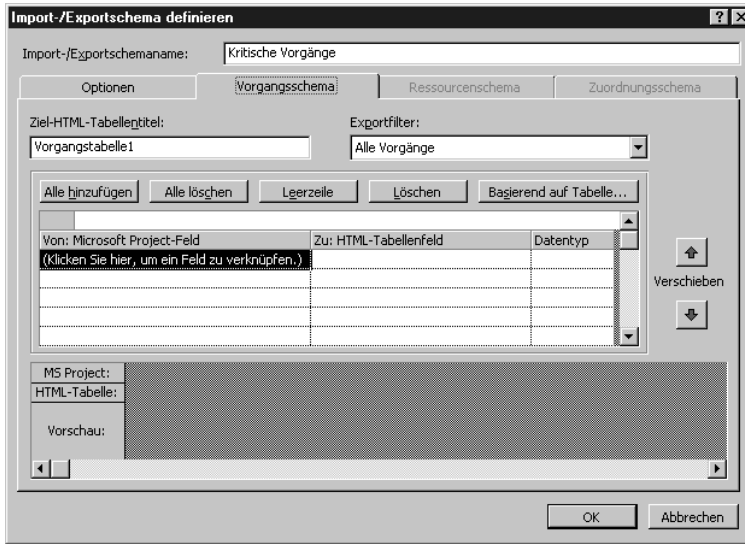

Abbildung 19.9:
7. Wählen Sie den Reiter VORGANGSSHEMA. Das Dialogfeld IMPORT/EXPORTSCHEMA DEFINIEREN zeigt die Optionen für Ihre Projektvorgangsdaten an (siehe Abbildung 19.9).